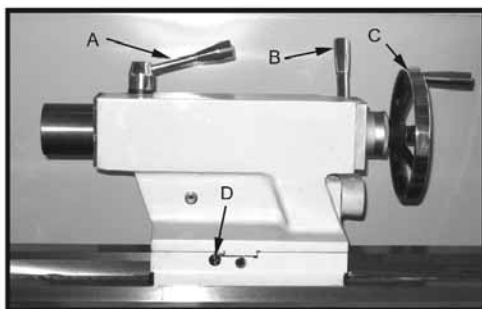

Fig. 14
16. **Dubbrørets lås:** (A, fig. 14) Sitter på dubbdokken. Vri medurs for å låse hylsen. Vri moturs for å låse opp.
17. **Dubbdokkens lås:** (B, fig. 14) Sitter på dubbdokken. Dra oppover for å låse. Trykk nedover for låse opp. Om dubbdokken har stor last, trekk til sekskantshodet på høyre side for å øke sikkerheten ytterligere.
18. **Ratt for dubbrør:** (C, Fig. 14) Vri medurs for å skyve ut dubbrøret. Vri moturs for at dra det inn.
19. **Innstilling av dubbdokkens stillskrue:** (D, fig. 14) De to sekskantskruene som sitter på dubbdokkens sokkel brukes for å forskyve dubbdokken ved skjærebevegelser. Om man løsner den ene skruen når den andre dras til, forskyves dubbdokken. Trekk ikke til dubbdokkens lås ved justeringen.